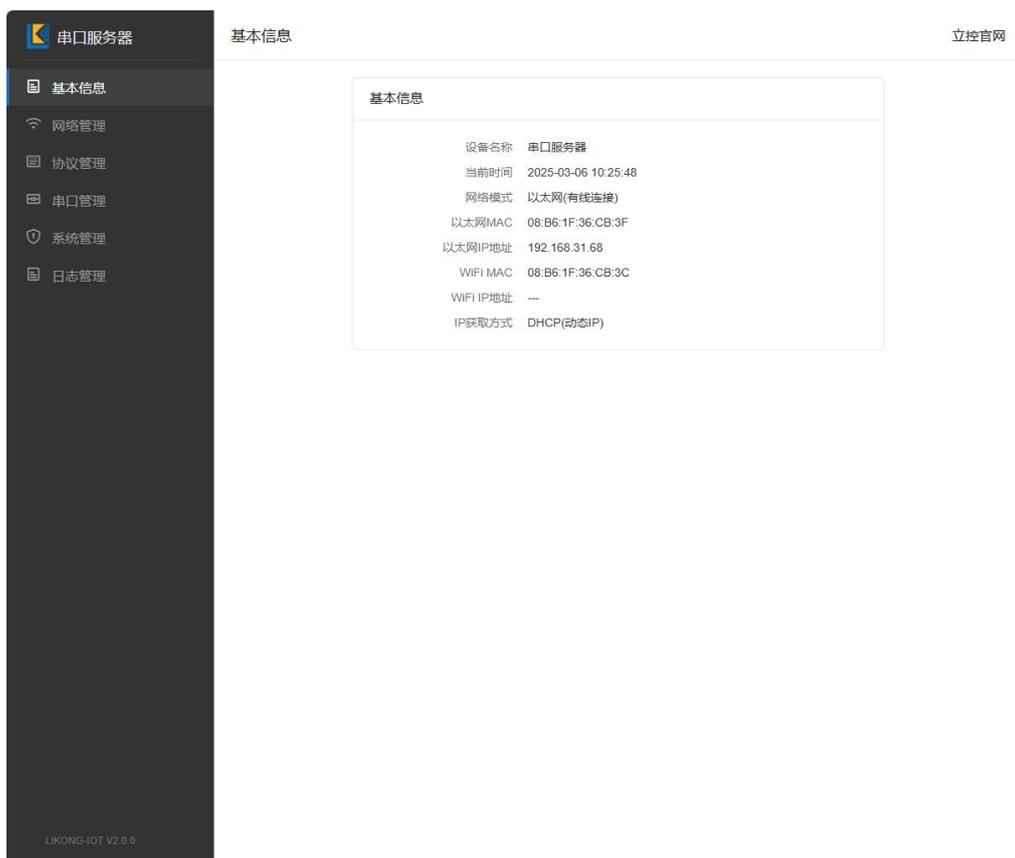

图 2.5
默认用户名: admin, 密码: 12345678, 点击“登录”按钮可进入设备 web 界面如图 2.5。
1、串口服务器通电后会开启一个名为“SP501W\_XXXX”的 AP 热点（XXXX 是设备 WIFI MAC 的后四位，在串口服务器背面的标签上可以看到 MAC 地址），连接至此热点，默认密码为“12345678”。连接成功后会弹出登录界面如图 2.4（如未弹出登录界面请打开 IE 浏览器在地址栏输入 192.168.4.1）。默认用户名：admin，密码：12345678，点击“登录”按钮可进入设备 WEB 界面如图 2.5。